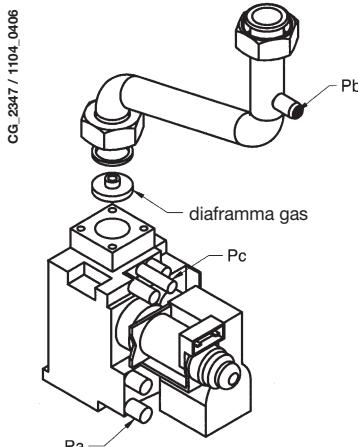

Figura 10
- sostituire il diaframma gas posto sulla valvola gas (figura 10). Il diametro del diaframma è riportato nella tabella 2.
- collegare la presa di pressione positiva di un manometro differenziale, possibilmente ad acqua, alla presa di pressione (**Pb**) della valvola del gas (Figura 10). Collegare, solo per i modelli a camera stagna, la presa negativa dello stesso manometro ad un apposito "T" che permetta di collegare insieme la presa di compensazione della caldaia, la presa di compensazione della valvola del gas (**Pc**) ed il manometro stesso. (Una pari misura può essere effettuata collegando il manometro alla presa di pressione (**Pb**) e senza il pannello frontale della camera stagna);
- verificare che la pressione dinamica di alimentazione della caldaia, misurata alla presa di pressione (**Pa**) della valvola del gas (Figura 10) sia quella corretta (37 mbar per il gas propano o 20 mbar per il gas naturale).
- Regolare la vite "**Pmax/Pmin**" (figura 10) fino ad ottenere il valore di pressione riportato nella Tabella 1.